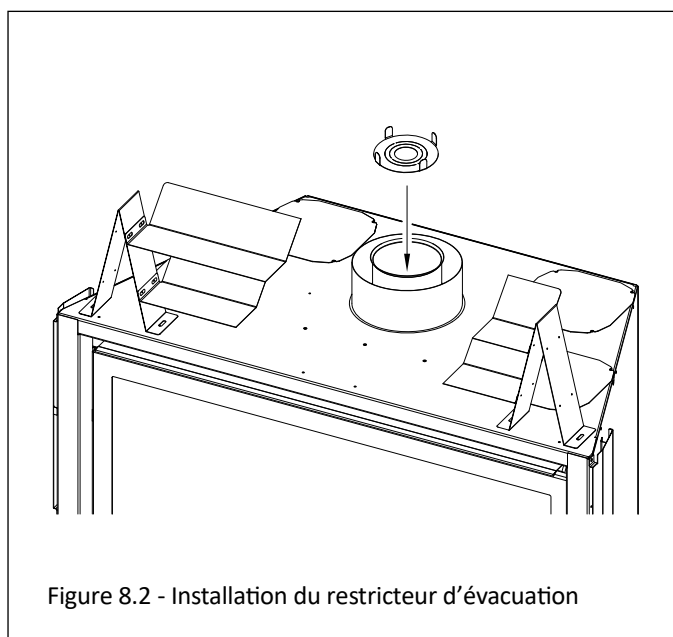

Figure 8.2 - Installation du restricteur d'évacuation
- La plaque de restriction est expédiée avec tous les anneaux intérieurs intacts et, une fois installée, elle offre la restriction d'évacuation la plus élevée. Les (2) anneaux précoupés du centre peuvent être retirés. Pour créer moins de restriction, retirer seulement le premier anneau du centre; pour créer encore moins de restriction, retirer aussi le deuxième anneau du centre.
- Voir la FIGURE 8.2 pour installer la plaque de restriction avant de raccorder le conduit d'évacuation, ou insérez-la par le déflecteur interne du foyer, si le conduit d'évacuation est déjà raccordé. Pour les recommandations d'ajustement d'évacuation par la plaque de restriction, voir la section 12.2.3, Restriction d'évacuation (après installation).